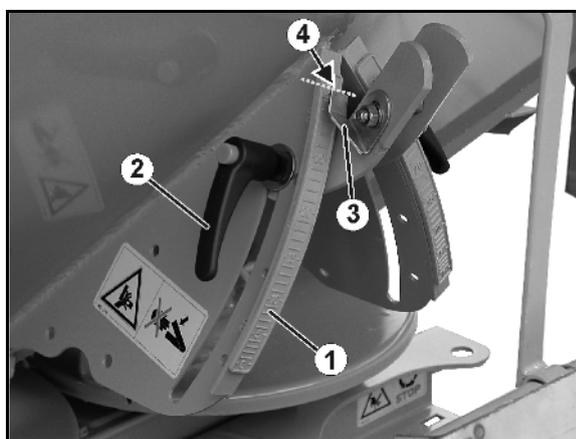

Fig. 67
1. Accrochez l'auget d'étalonnage (Fig. 67/1) à l'aide de l'étrier sur le support (Fig. 67/2). Bloquez l'auget d'étalonnage dans le dispositif de verrouillage (Fig. 67/3).
2. Ouvrez complètement le clapet latéral (Fig. 67/4) de la glissière de décharge pendant env. 5 s en tirant sur le filin (Fig. 67/5) (pour garantir un écoulement d'engrais homogène). Reversez ensuite la quantité d'engrais recueillie dans la trémie de l'épandeur.
5. Effectuez le parcours test de manière précise, du point de départ au point d'arrivée, dans les conditions du champ, c.-à-d. avec une vitesse de travail constante et préétablie. A l'aide du filin (Fig. 67/5), ouvrez complètement le clapet latéral (Fig. 67/4) de la glissière de décharge exactement au point de départ du parcours test (tirez jusqu'à la butée) et fermez-le au point d'arrivée (en relâchant le filin, le ressort tire (Fig. 67/6) le clapet latéral en position de fermeture).